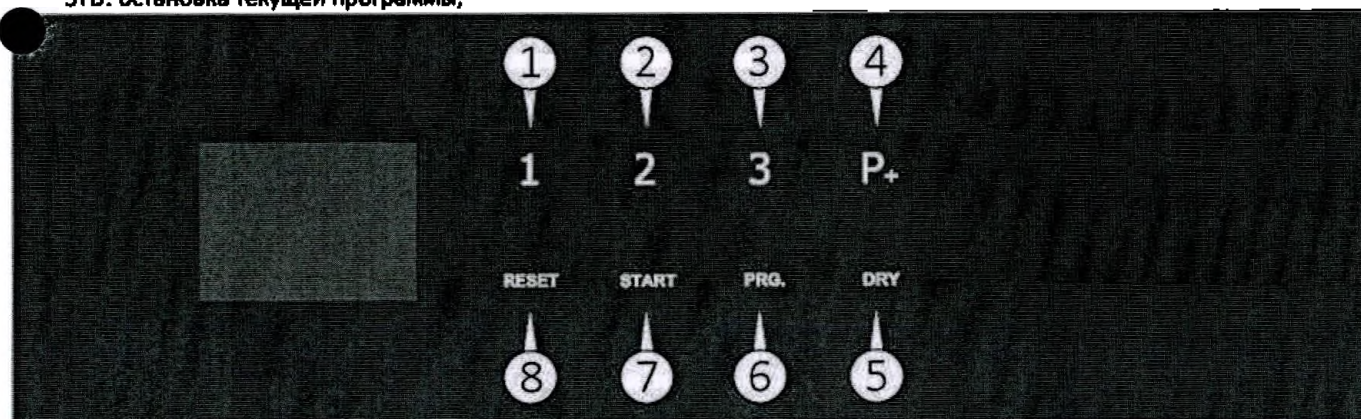

Рис. 15
Для достижения желаемого результата важно выбрать правильную программу, вместе с правильной загрузкой/конфигурацией. Чтобы выбрать доступные программы, используйте клавишу P1, P2, P3 или P+ (см. Рис. 15), в зависимости от наиболее подходящей для уровня загрязнения посуды программы.
Чтобы выбрать доступные программы, используйте клавишу P1, P2, P3 или клавишу P+ на панели управления (Рис. 15).
Чтобы запустить программу, нажмите клавишу «START» (7 Рис. 15).
Описание панели управления (рис. 15):
На машине со сквозными дверцами панель управления на стороне чистой зоне имеет только клавишу «Reset» (8 Рис. 15) и клавишу «Start» (7 Рис. 15).
3) После запуска машины и закрытия дверцы появится экран выбора программы. Нажмите выбранную клавишу (P1, P2 или P3, Рис. 15) на панели управления. Для доступа к последующим программам (если они хранятся в памяти), нажмите несколько раз клавишу «Р+». Для запуска программы нажмите «Start».